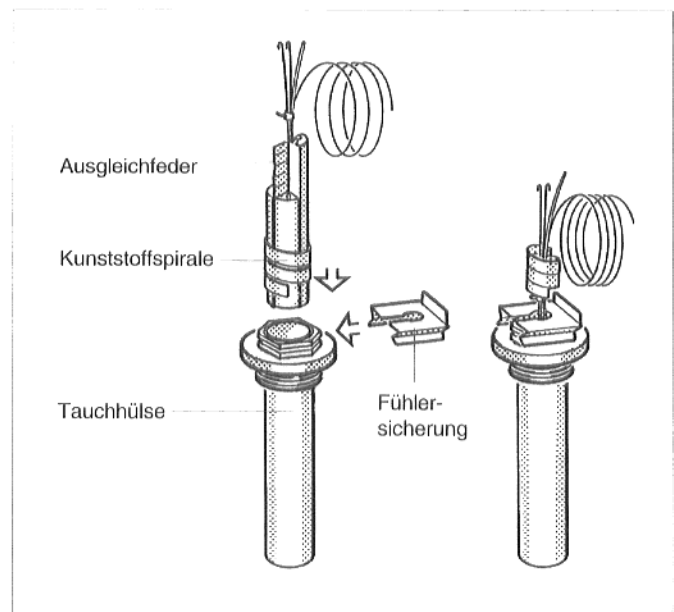

Abb. 13: Tauchhülse und Temperaturfühler
- Temperaturfühler bis zum Anschlag in die Tauchhülse einstecken. Die Kunststoffspirale schiebt sich dabei automatisch zurück. Die Ausgleichfeder muß mit in die Tauchhülse geschoben werden (Abb. 13).
- Fühlersicherung (Lieferumfang Regelgerät) von der Seite oder von oben auf den Tauchhülsenkopf drücken (Abb. 13).